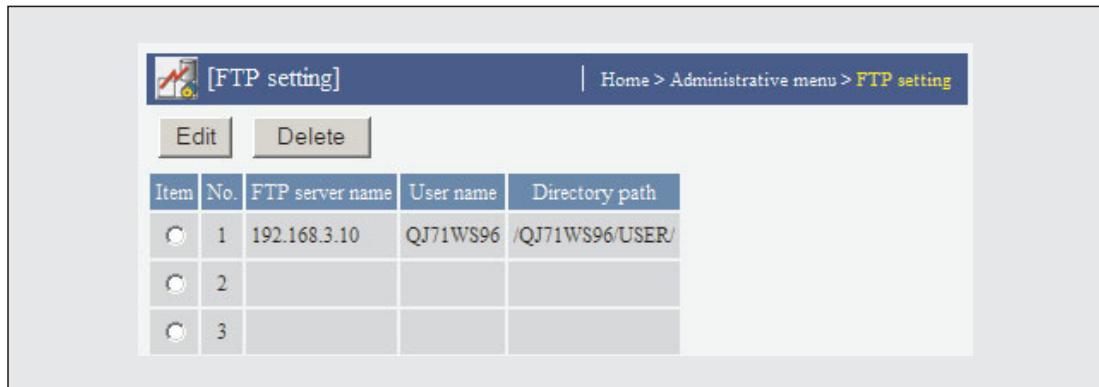

Abb. 7-55: Dialogfenster „FTP setting“ zur Anzeige von FTP-Verbindungen
Nummer der Verbindung im Dialogfenster „FTP setting“ (Abb. 7-55)
- ① Eine Datei wird übertragen, wenn der Merker M21 gesetzt ist. Zuerst werden im Operanden (s)+0 die Bits 10 und 7 gesetzt und damit festgelegt, dass;
- ② In (s)+2 wird der Empfänger der Daten eingetragen. In diesem Beispiel wird in diesem Operand eine „1“ geschrieben und damit die Datei an den FTP-Server gesendet, der in der Liste der FTP-Verbindungen (Abb. 7-55) in der ersten Zeile steht.
- ③ Die Nummer der Datenaufzeichnung wird in (s)+3 eingetragen.
- ④ Die aktuelle bzw. die letzte Datei mit aufgezeichneten Daten soll gesendet werden. Aus diesem Grund wird in (s)+4 eine „0“ eingetragen.
- ⑤ Die FTPPUT-Anweisung wird ausgeführt und die Datei übertragen.